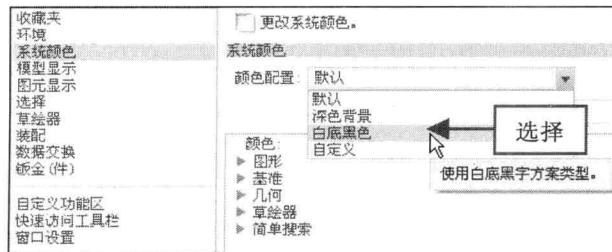

图 1-14 选择【白底黑色】选项
步骤 (2) 单击【颜色配置】右侧的下拉按钮，在弹出的【颜色配置】下拉列表中选择【白底黑色】选项，如图 1-14 所示。